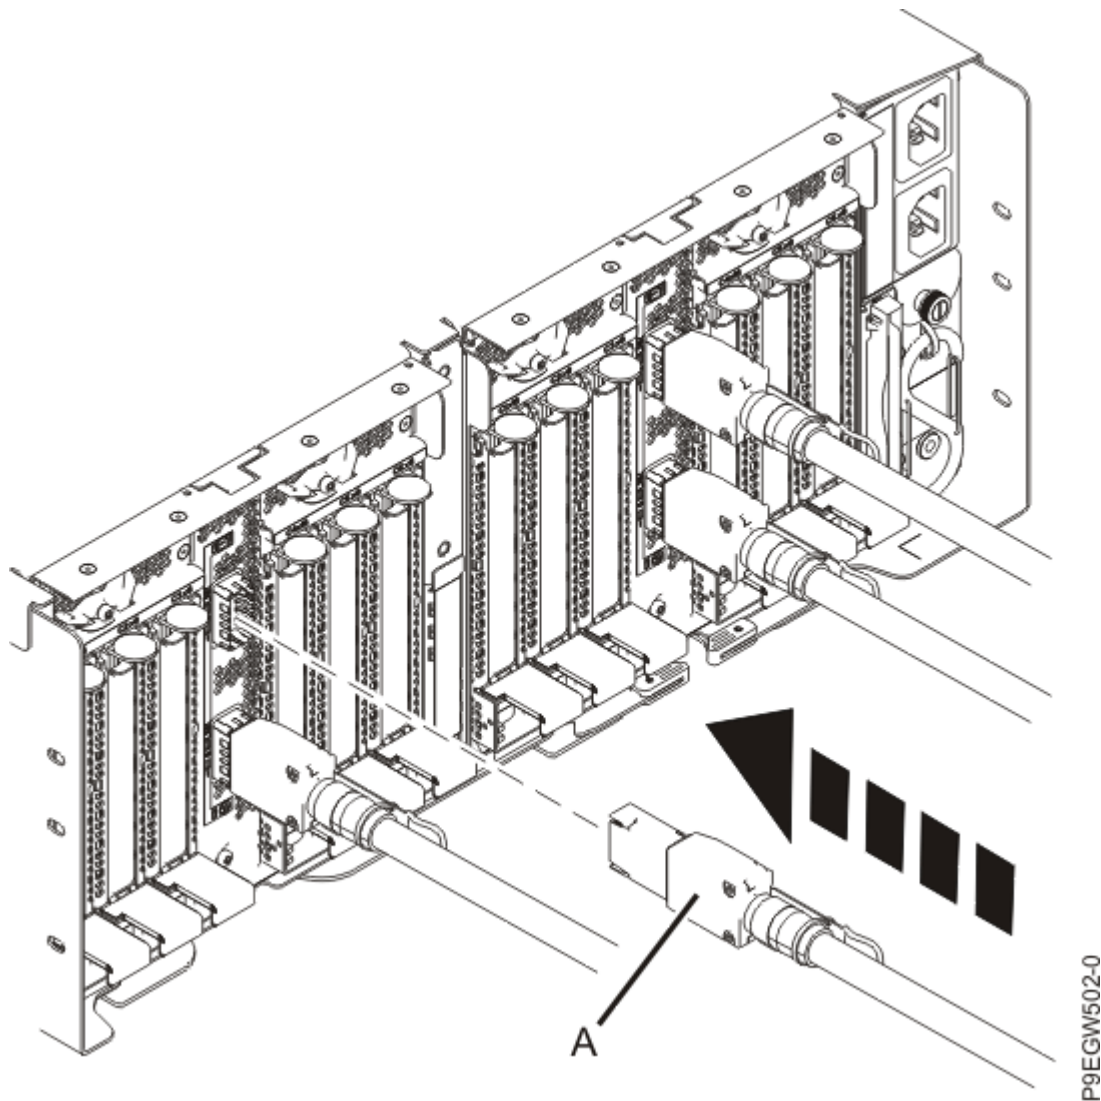

Figure 7. Remplacement du câble de tiroir d'extension dans le tiroir d'extension EMX0 PCIe3
6. Connectez le câble de tiroir d'extension **(A)** en branchant le connecteur de câble dans le port du module d'E-S sur le tiroir d'extension EMX0 PCIe3, comme illustré à la Figure 7, à la page 8.